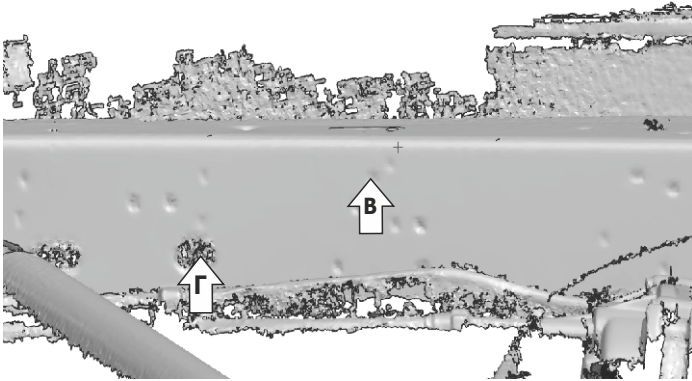

Рис.1 Левая сторона
3. Установить гайки закладные М8 над отверстиями (В) через отверстия в раме (Г). Закрутить болты М8х25 в установленные гайки закладные М8 на 2-3 оборота (рис.1,2).